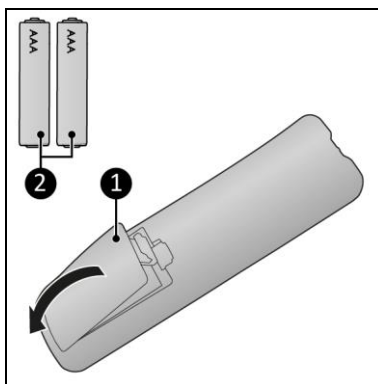

Figure 15
1. Retirez le couvercle (figure 15, pos. 1).
2. Insérez deux piles (AAA 1,5V) (figure 15, pos. 2) dans le compartiment à piles. Veillez à insérer les piles correctement.